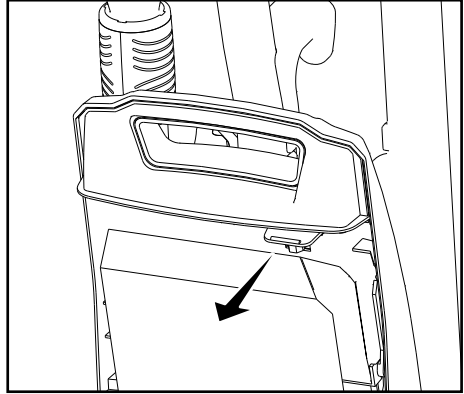
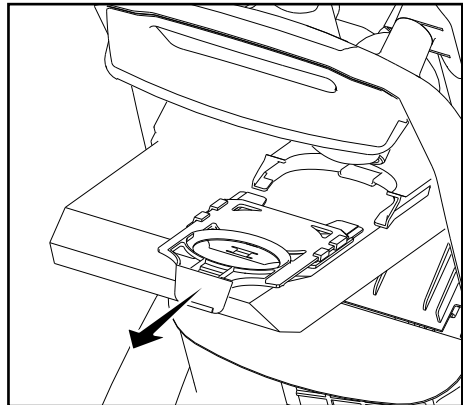

Fig. 1
Fig. 2
- Retirez le sac usagé en tirant vers l'extérieur de l'aspirateur sur la languette du col de sac rouge (Fig. 1). Retirez le sac usagé en le faisant glisser hors du support ce qui clôt automatiquement le sac (Fig. 2). Jetez le sac usagé.